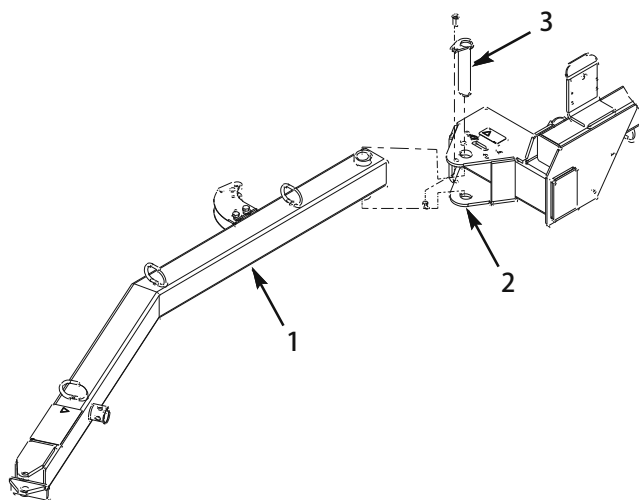

図 2
1. ヒッチ・トングの後端部をスイーパの取り付けプレートの中に入れ、取り付け穴を整列させる (図2)。
2. ヒッチ・ピン (図 2) を使って、ヒッチ・トングを取り付けプレートに固定する。
3. 3/8-16 x 1-1/4" キャップスクリューと 3/8-16 ロックナットで、ヒッチ・ピンを取り付けプレートに固定する (図 2)。